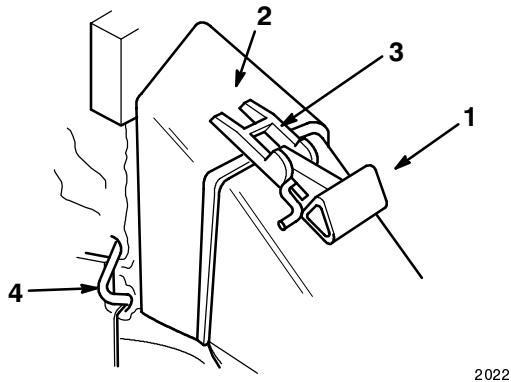

Figura 40
- Compruebe que el asa de la puerta de descarga está completamente hacia adelante (puerta cerrada) tal como se muestra en la Figura 40.
Nota: La guarda del cepillo no está representada en la Figura 40 por razones de simplicidad.
- Coloque la abertura de la puerta del saco sobre el la abertura del canal de descarga tal como se muestra en la Figura 40.